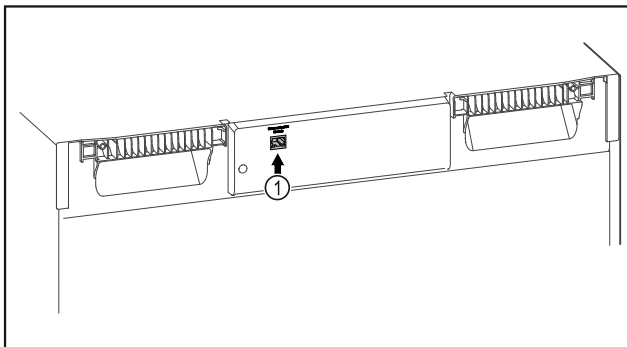

Fig. 98
- SmartModule Fig. 98 (1) встановлено.